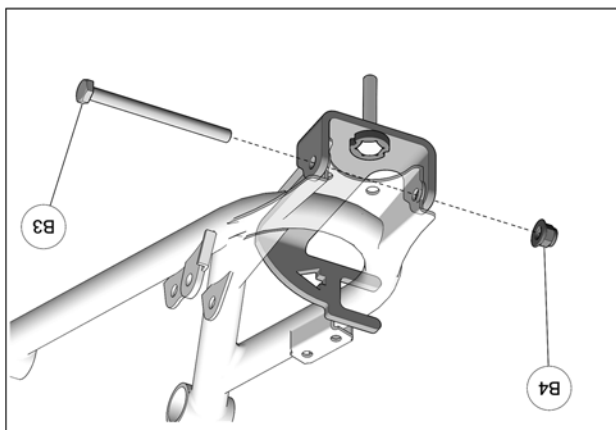

Fig. 10
9. Insérer le nouveau boulon de fixation M10x120 mm (B3) à travers l'ancrage, le bras de suspension et le moyeu de roue. Fixer l'écrou (B4) sur le boulon et serrer à un couple de 50 N•m [37 lb•pi]. Voir la Fig. 10